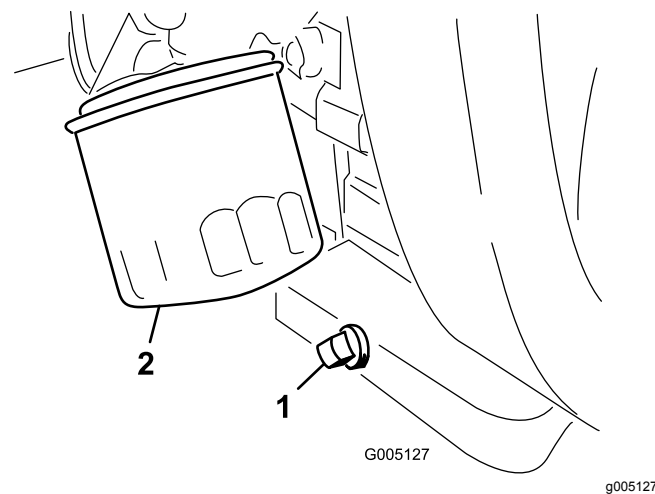

Figura 46
2. Retire o filtro do óleo (Figura 46). Aplique uma leve camada de óleo limpo na gaxeta do novo filtro.
1. Retire o tampão de escoamento (Figura 46) e deixe o óleo escorrer para um recipiente adequado. Quando o óleo parar, volte a montar o tampão de escoamento.